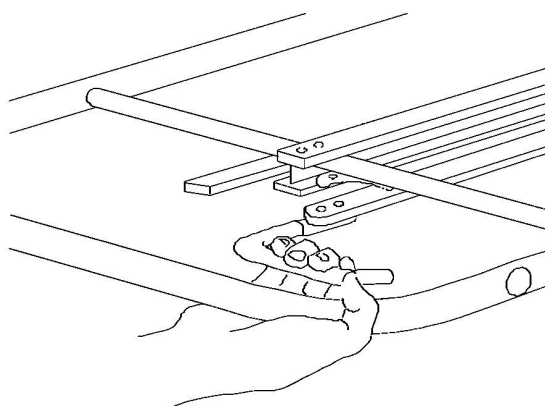

Figura 13: Maniglia di comando gambe.
4. Tirare e mantenere tirata la maniglia di comando gambe posteriori (*figura 13*). Spingere la barella in avanti in modo da completare il caricamento in ambulanza.